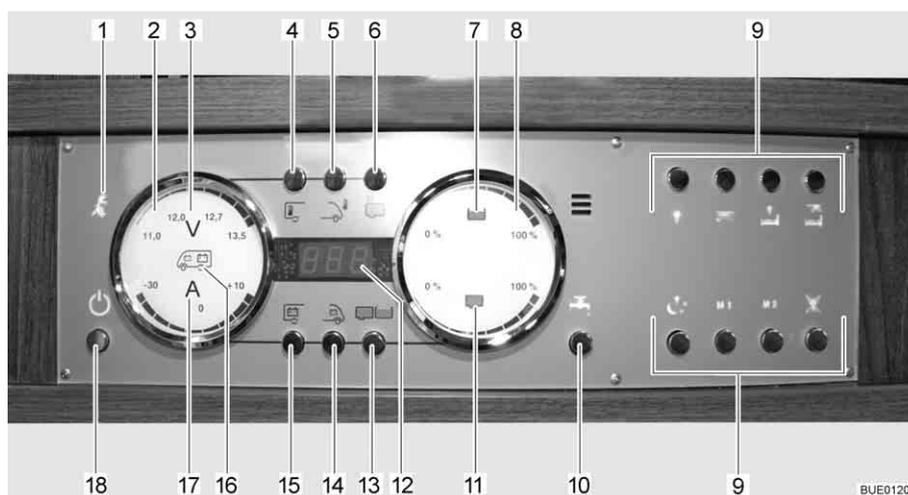

Fig. 153 Panel LT 510
Se enciende la luz de control de 230 V (Fig. 153, 1) cuando hay tensión de red en la entrada del bloque eléctrico.
El interruptor principal de 12 V (Fig. 153,18) conecta y desconecta el panel y la alimentación de 12 V del habitáculo.
- Pulsar la tecla de la alimentación de 12 V (Fig. 153,18) brevemente. La alimentación de 12 V del habitáculo está conectada. La visualización de control "12 V" está encendida.
- ▷ En caso de que después de la conexión parpadeen tanto el LED "11,0" de la visualización de voltios así como el símbolo Voltios "V" (Fig. 153,3) en el instrumento indicador Baterías (Fig. 153,2), será demasiado baja la tensión de la batería del habitáculo. Cargar la batería.
- ▷ En caso de que después de la conexión parpadeen tres veces la visualización de control 12 V y el símbolo Voltios V (Fig. 153,3), estará activada la separación de batería. Desactivar la separación de batería.
- Pulsar la tecla de la alimentación de 12 V (Fig. 153,18) brevemente. La alimentación de 12 V del habitáculo está desconectada. La visualización de control "Alimentación de 12 V" se apagará.
- Pulsar la tecla Batería del habitáculo (Fig. 153,15) y mantenerla pulsada aprox. 10 segundos. El símbolo Voltios "V" (Fig. 153,3) y la visualización de control "12 V" parpadearán tres veces. La batería del habitáculo está separada de la red de a bordo de 12 V.
- Pulsar la tecla de la alimentación de 12 V (Fig. 153,18) y mantenerla pulsada aprox. 5 segundos. El símbolo Voltios "V" (Fig. 153,3) y la visualización de control "12 V" parpadearán tres veces. La batería del habitáculo está conectada a la red de a bordo de 12 V. La visualización de control estará encendida durante aprox. 5 segundos.
- Pulsar la tecla Batería del habitáculo (Fig. 153,15). El símbolo Voltios "V" (Fig. 153,3) estará encendido. Según la carga o la descarga, el símbolo Amperios "A" (Fig. 153,17) estará encendido de color blanco o bien rojo. La tensión de la batería y la corriente de la batería del habitáculo son visualizadas a través de LEDs en el instrumento indicador.
- Pulsar la tecla Batería del motor de arranque (Fig. 153,14). El símbolo Voltios "V" (Fig. 153,3) estará encendido. La tensión de la batería del motor de arranque es visualizada a través de LEDs en el instrumento indicador.
- Pulsar la tecla Depósitos (Fig. 153,13). Los símbolos Depósito de agua (Fig. 153,7) y Depósito de aguas residuales (Fig. 153,11) estarán encendidos. Los niveles de llenado del depósito de agua (escala superior) y del depósito de aguas residuales (escala inferior) serán visualizados a través de LEDs en el instrumento indicador.
El símbolo Depósito de agua (Fig. 153,7) o el símbolo Depósito de aguas residuales (Fig. 153,11) parpadeará si el depósito de agua está vacío o el depósito de aguas residuales está lleno.
A través del visualizador digital (Fig. 153,12) es posible visualizar la temperatura interior y la temperatura exterior.
- Pulsar la tecla Temperatura interior (Fig. 153,4). Indica la temperatura interior.
- Pulsar la tecla Temperatura exterior (Fig. 153,5). Indica la temperatura exterior.